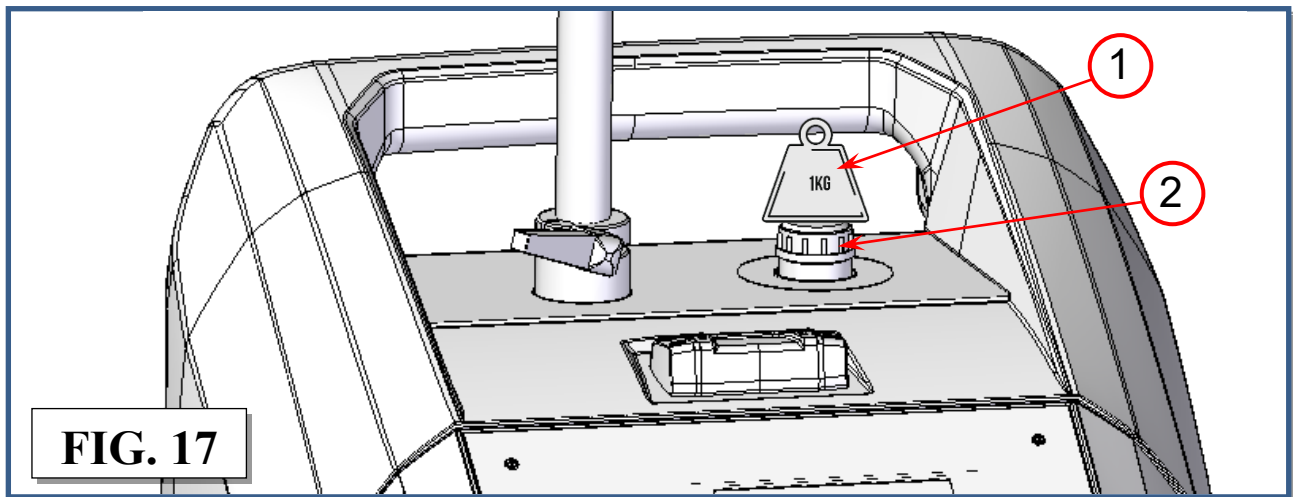

FIG. 17
- Placer un poids étalon de 1 kg (réf. 1, Fig. 17) sur le bouchon de nettoyant (réf. 2, Fig. 17).